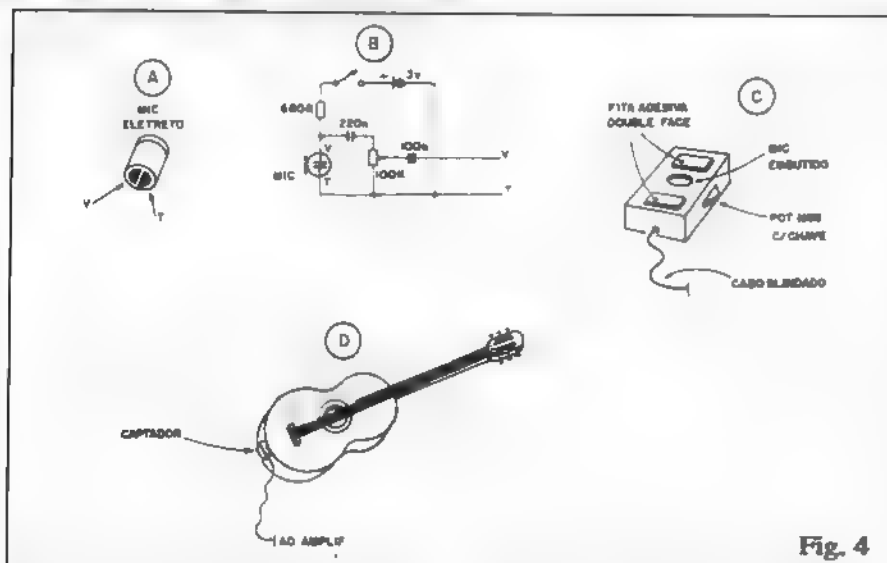

Fig. 4
- FIG. 4 - CAPTADOR COM ELETRETO, PARA VIOLÕES - Um violão acústico comum pode ser facil-
- FIG. 4-A - O microfone de eletreto. Trata-se de um componente transdutor muito eficiente, sensível e - principalmente - pequeno. O importante é identificar-se previamente seus terminais "vivo" (V) e "terra" (T), claramente mostrados na figura.
- FIG. 4-B - Esquema do captador com eletreto. Além do microfone, o Leitor/Hobbysta precisará de um resistor de 680R x 1/4 watt, dois capacitores de poliéster: um de 100n e um de 220n, mais um potenciômetro tipo mini, com chave (do tipo usado nos radinhos portáteis...). O circuitinho necessita de alimentação, sob corrente muito baixa, sob tensão de 3 volts, que podem ser facilmente obtidos de duas pilhas pequenas, ou mini, palito, botão, etc. (quanto menores forem as pilhas, menor também as dimensões gerais e finais do captador...). Observar, no esqueminha, a identificação dos fios de saída, também com a marcação "V" (para o "vivo") e "T" (para o "terra"), cuja conexão deve ser obrigatoriamente feita com cabo blindado.
- FIG. 4-C - Sugestão para a caixinha captadora em seu aspecto final. No centro de uma das faces pode ficar o furo necessário à passagem do som ao microfone. Este deve ser fixado de maneira a ficar "embutido" no dito furo, bem firme. Numa das laterais da caixinha pode ficar uma fresta, dando passagem ao knob de atuação de potenciômetro mini. Na mesma face da caixa onde se situa o furo do microfone, devem ser aplicados dois pedaços de fita adesiva dupla-face (pode ser obtida em papelarias). Essa fita adesiva especial, como seu nome indica, "cola" dos dois lados, e seu substrato é um material plástico flexível não muito fino (em torno de 1 mm de espessura). Essas características da fita permitem um conveniente afastamento "físico" da caixa/captadora em relação à superfície de fixação (corpo de violão, conforme veremos adiante), além de gerar um certo "amortecimento" ou isolamento quanto às vibrações transmitidas diretamente, da madeira (do violão) para a caixa captadora.
- FIG. 4-D - Fixando o captador ao violão. O posicionamento sugerido, bem na "bundinha" do instrumento, é o mais prático e lógico, ficando o dispositivo em região que não atrapalha os movimentos naturais do músico durante a execução. Graças à fita adesiva dupla-face, a fixação se dá por simples pressão (desejando tirar o captador de lá, basta puxar, cuidadosamente, o conjunto...). O cabo blindado, dotado na sua extremidade livre de necessário plugue, é então ligado ao amplificador. Tanto a alimentação do circuitinho interno do captador, quanto o próprio dimensionamento do volume ou sensibilidade, são feitos a partir do acionamento do knob do potenciômetro mini incorporado. A sensibilidade geral é muito boa (superior à do CAPTADOR MAGNÉTICO P/GUITARRA, anteriormente descrito), devendo o operador ter certo cuidado nos ajustes de volume e tonalidade (tanto no próprio captador, quando no amplificador acoplado) para evitar a ocorrência de realimentação acústica (microfonia) que se manifesta como um apito agudo, emitido pelos alto-falantes do dito amplificador...